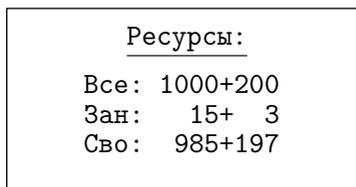

Рис. 3.11
3.4.3. **"Ресурсы"** - просмотр имеющихся ресурсов памяти: общее количество записей, число свободных и число занятых мест отдельно по ячейкам и датам (Рис. 3.11).